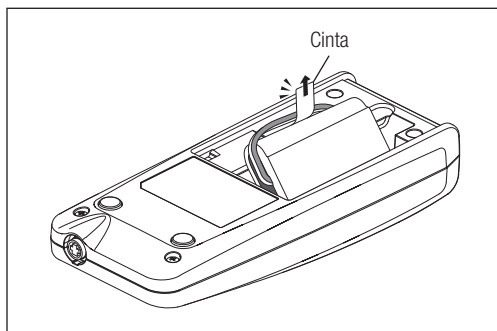

Fig. 7
- 4) Tirando de la cinta del interior del compartimento, extraiga las pilas viejas. (Fig. 7)